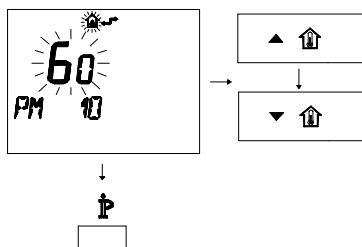

Figura 5.36
- Per modificare il SET programmato agire sui pulsanti ▲  o ▼  e aspettare che il numero programmato cominci a lampeggiare (Figura 5.36).